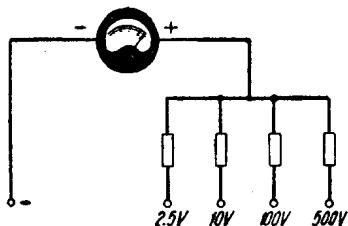
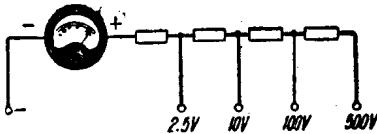
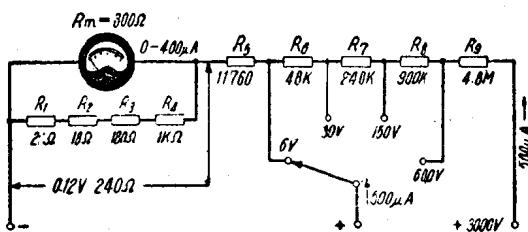
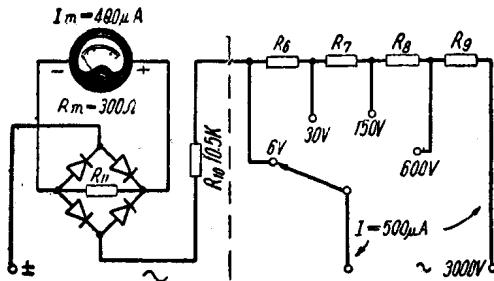

图 9
图 10
图 11
图 13
具有几个测量范围的电路，有图9和图10两种方式。105型表是采用图10的方式的，它的具体电路见图11。原来测量电流的四个分流电阻 $R_1$ 至 $R_4$ 仍然串联后再与表头并联。所以使表头变成了0—500微安，内阻240欧（ $R_1 \cdot R_2 \cdot R_3 \cdot R_4$ 相加为1200欧再与 $R_m=300\Omega$ 并联，才变成此值）。改成电压表后，每伏内阻应为 $240/0.12 = 2000$ 欧/伏。 $R_5$ 上的电压降应为 $6 - 0.12 = 5.88$ 伏，故 $R_5 = \frac{5.88}{0.0005} = 11760$ 欧； $R_6$ 的电压降应为 $30 - 6 = 24$ 伏，故 $R_6$ 的电阻值应是 $24/0.0005 = 48$ 千欧，其余电阻以此类推。
电压电路見图13。若将此电路与图11的直流电路相比較，可发现： $R_6$ 至 $R_9$ 与测量范围都沒有改变，这說明电路中的滿刻度电流 仍然是500微安，內阻还是2000欧/伏。但也有以下两点不同：
(1) 图11中与表头并联的分流电阻 $R_1$ 至 $R_4$ 在图13中已去掉而換用另一电阻 $R_{11}$ 。这是因为加在表头上的是经过氧化銅整流的
(2) 图11中的 $R_5$ 換用阻值比較小的 $R_{10}$ ，这是因为氧化銅的正向电阻不可能是零，等于与表头又串联了一个电阻，所以要把0—6伏测量范围的分压电阻減小一些，使內阻不变，以保持讀数准确。